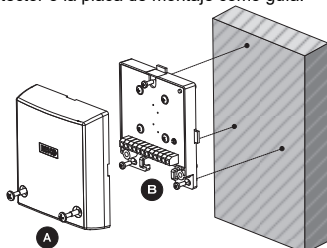

Figura 1: Montaje del detector directamente sobre una superficie metálica
- Retire los tornillos de fijación de la tapa para separar la tapa de la base. Consulte la Figura 1(A)/2(B).
Montaje directo sobre una superficie metálica (Figura 1)
- Ajuste el detector con los tornillos de fijación suministrados. Consulte la Figura 1(B).
- Quite la tapa y vuelva a ponerla con los tornillos de fijación. Consulte la Figura 1(A)/2(B).